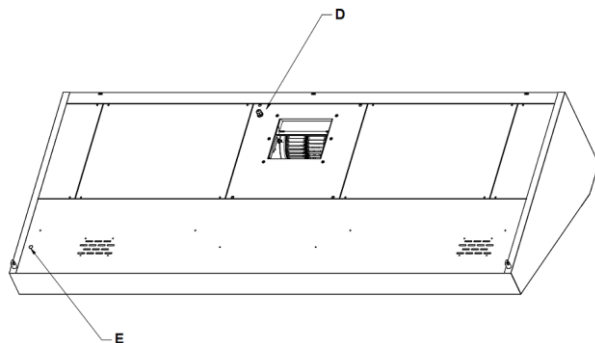

Abb. 7
1. Beachten Sie die Kabelausgänge für die Anschlüsse (Abb. 7).
2. Schließen Sie die Kabel für den Motor (D), die LED-Beleuchtung (E) an einen geeigneten Drehzahlregler an.